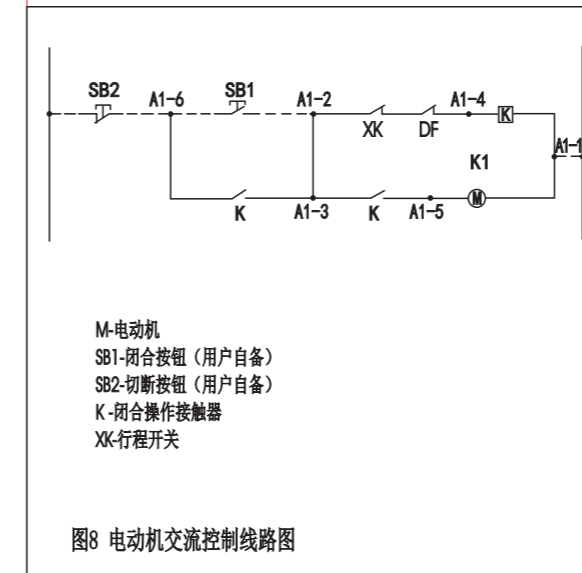

图8 电动机交流控制线路图
6.2.1 电动机交流操作（附SU控制装置）控制线路图（见图8）